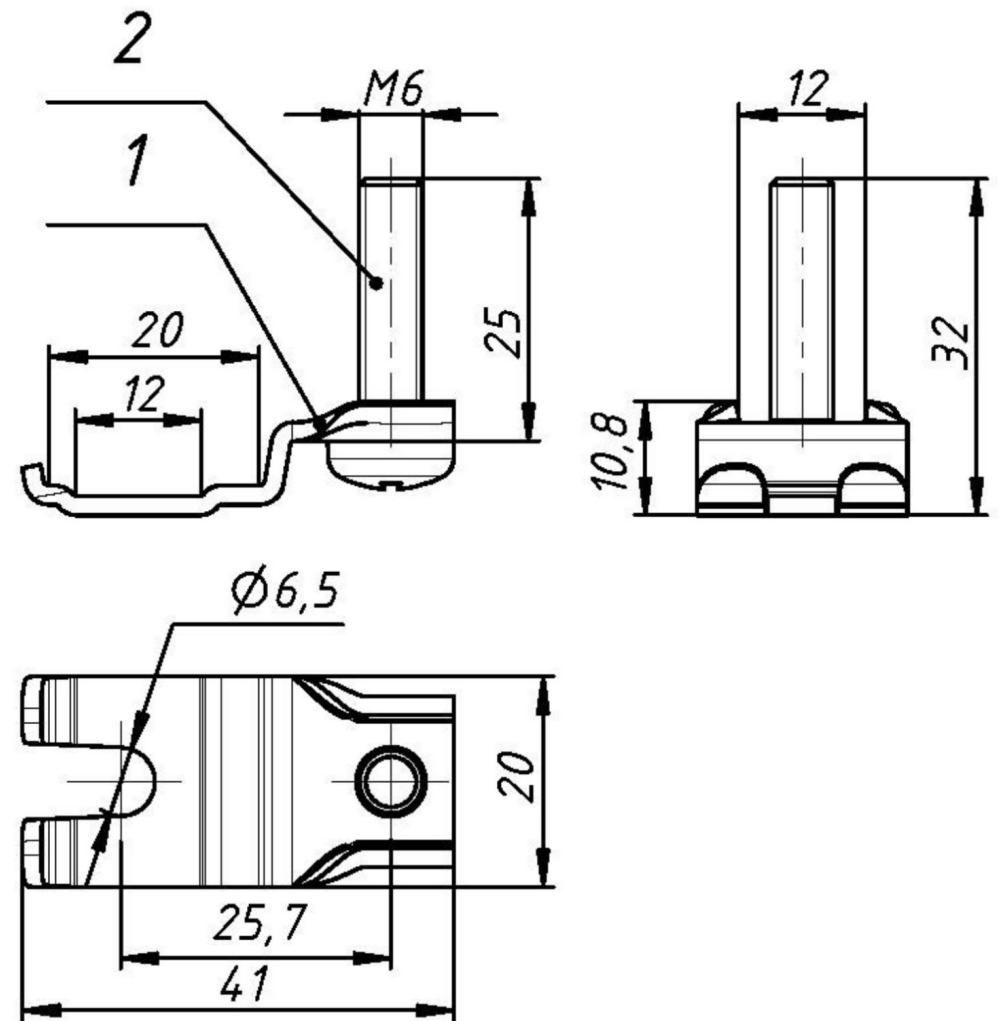

Рисунок 1 - Кронштейн в сборе с винтом
Кронштейны (1) (кол-во 4 шт.), комплект нержавеющей крепежных винтов М6х25 (кол-во 4 шт.) (см. рисунок 1).